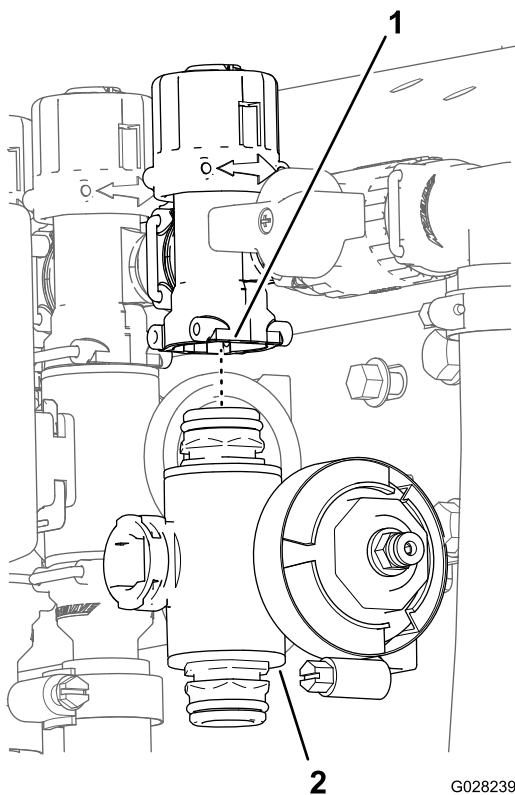

Figure 138
3. Déposez le collecteur de vanne de section de la machine (Figure 138).